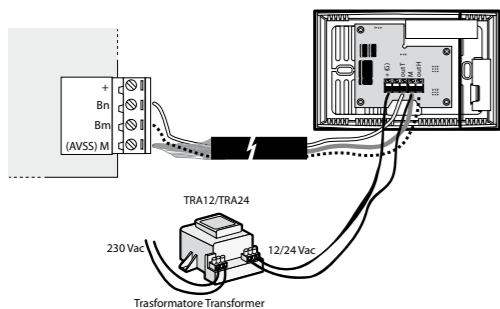

Fig. 4
Le sonde elettroniche CAREL serie DP sono dispositivi per applicazioni nei settori di condizionamento e trattamento aria, riscaldamento e refrigerazione, in abbinamento con i relativi controlli CAREL. Sono disponibili le versioni per ambiente, ambiente tecnico e per condotta. Si differenziano fra il montaggio, per il tipo di uscita di segnale e per i modelli: temperatura, umidità o combinati. Sono disponibili anche versioni con uscita di temperatura con NTC resistivo. Rispetto alla famiglia ASW presentano notevoli migliorie per la precisione di misura di temperatura ed umidità. La configurazione dei dip-switch (DP1, 2) permette la selezione del segnale di uscita per la connessione a controlli CAREL o altri, come indicato in fig. 4: Uscite Temperatura/Umidità: in tensione: -0.5V...+1V - 0...1V - 0...10V; In corrente: 4...20mA
In fig. 4 sono riportati gli schemi di collegamenti per le connessioni con uscita in tensione o corrente e per NTC resistivo.
- Per il cablaggio si consiglia un cavo multipolare da 3 a 5 fili con sezione massima di 1,5mm². Per i modelli in corrente 4...20 mA: per distanze superiori a 30 m si consiglia di utilizzare l'uscita in corrente, fino alla distanza massima di 200 m. In caso di alimentazione in alternata delle sonde (24 Vac) è indispensabile utilizzare cavi di sezione 1,5mm² per ridurre il rumore dovuto alla connessione di alimentazione, se possibile e' da preferire l'alimentazione in continua (12...24 Vdc) oppure l'alimentazione supplementare con trasformatore come in fig. 4.
Per evitare gli errori dovuti alla corrente di alimentazione si può utilizzare una alimentazione supplementare da un trasformatore esterno (fig. 4; cod. trasformatore TRA12VDE00 o TRA2400001). Il trasformatore non deve essere collegato a terra e può essere posizionato nel quadro del regolatore, la connessione di alimentazione utilizza in questo caso due fili separati da quelli di segnale (4 o 5 fili in totale) e si eliminano gli errori in quanto non scorre corrente sulla connessione M-AVSS. In installazioni con più sonde ognuna deve essere alimentata dal proprio trasformatore, con tale situazione la distanza max di collegamento può essere di 100m (fig. 4). Uscita in corrente 4...20 mA: per distanze superiori a 30 m si consiglia di utilizzare l'uscita in corrente, fino alla distanza massima di 200 m. In caso di alimentazione in alternata delle sonde (24 Vac) è indispensabile utilizzare cavi di sezione 1,5mm² per ridurre il rumore dovuto alla connessione di alimentazione, se possibile e' da preferire l'alimentazione in continua (12...24 Vdc) oppure l'alimentazione supplementare con trasformatore come in fig. 4.
To avoid errors due to the supply current, an additional power supply from external transformer can be used (Fig. 6, transformer code TRA12VDE00 or TRA2400001). The transformer must not be earthed and can be installed in the controller panel, the power supply connection in this case uses two separate wires from the signal wires (4 or 5 wires in total) and errors are eliminated, as no current runs through the M-AVSS connection. In installations with multiple probes, each must be powered by its own transformer, and in these situations the maximum connection distance is 100 m (Fig. 6). 4 to 20 mA current output: for distances in excess of 30 m, the current output should be used, up to a maximum distance of 200 m. For alternating current power supply to the probes (24 Vac) it is essential to use 1.5 mm² wires so as to reduce the noise due to the power supply connection, where possible use a DC power supply (12 to 24 Vdc) or alternatively an additional power supply with transformer as shown in Fig. 4.